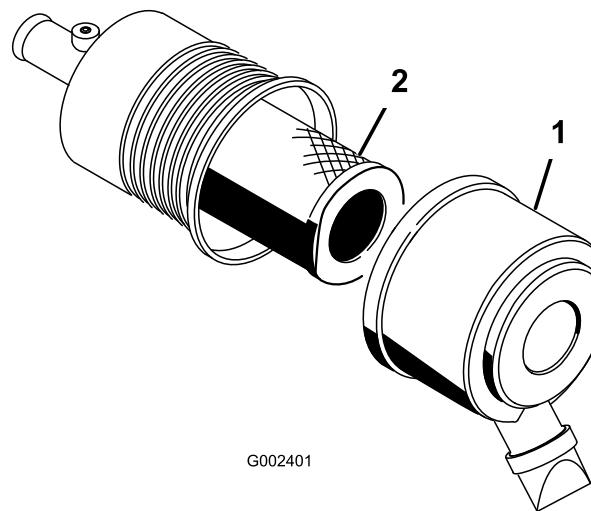

Figure 50
- 2. Desserrez les attaches qui fixent le couvercle sur le boîtier du filtre à air (Figure 50).
- 3. Déposez le couvercle du boîtier du filtre à air (Figure 50).
- 5. Déposez et remplacez le filtre (Figure 50). Ne nettoyez pas l'élément usagé, car cela peut endommager le matériau du filtre.